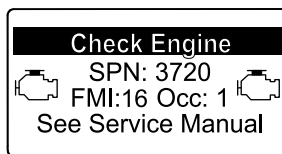

図 75
- エンジン警告 SPN 3720, FMI 16 図 75